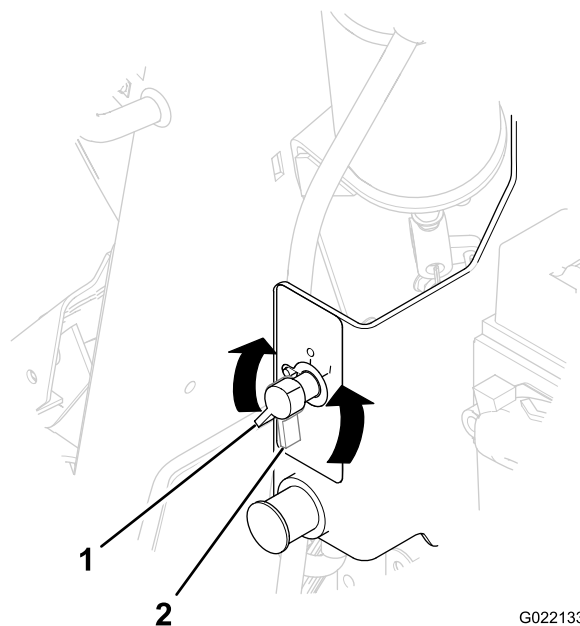

Рисунок 61
2. Поверните переключатель отсоединения аккумулятора в положение «Выкл.» (Рисунок 61).